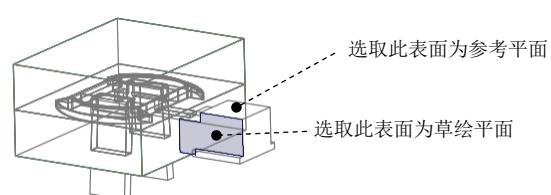
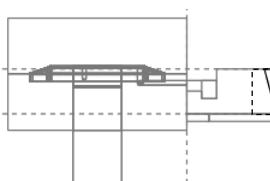

图 27.47 定义草绘平面
图 27.48 截面草图
Step10. 创建实体切削特征5。单击**模具**功能选项卡**形状**区域中的**拉伸**按钮，此时系统弹出“拉伸”操控板；在操控板界面中按下**草绘**按钮；右击，从系统弹出的菜单中选择**定义内部草绘...**命令；选取图27.47所示的平面为草绘平面，然后选取图27.47所示的表面为参考平面，方向为**上**。单击**草绘**按钮，进入草绘环境；进入截面草绘环境后，选取图27.48所示的三条边线为草绘参考，然后绘制图27.48所示的截面草图；完成特征截面的绘制后，单击“草绘”操控板中的“确定”按钮 \checkmark ；选取深度类型并输入深度值：在操控板中选取深度类型**穿透所有**（即“穿透所有”）；在“拉伸”操控板中单击 \checkmark 按钮，完成特征的创建。